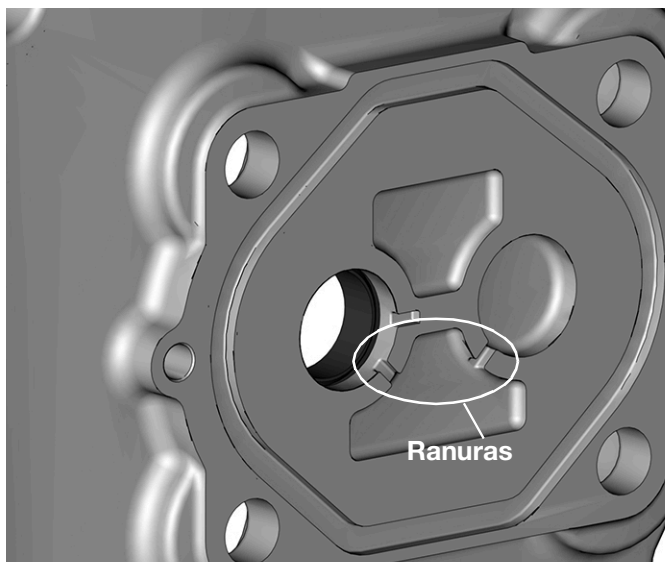
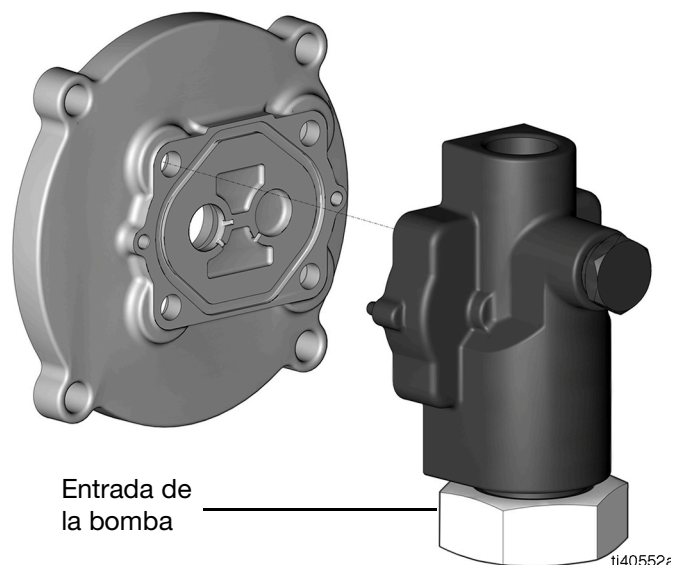

FIG. 12
FIG. 13
3. Coloque la placa adaptadora en el alojamiento de la bomba de forma que las ranuras apunten en dirección a la entrada de la bomba (FIG. 12 y FIG. 13).